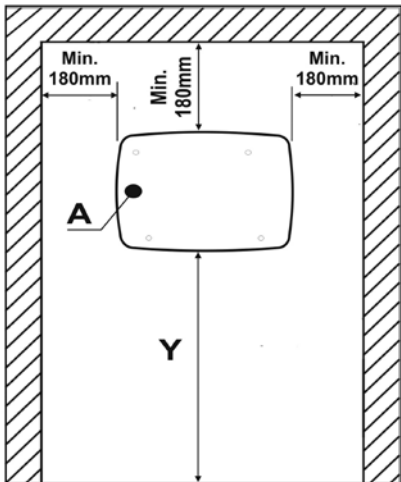

Fig. 2
- (Figure 2) Assurez-vous que le futur emplacement de l'appareil respecte les mesures de sécurité indiquées. Nous vous recommandons d'installer l'appareil à une hauteur différente selon qu'il sera utilisé dans des toilettes pour hommes ou pour femmes.
- Grâce au gabarit fourni avec l'appareil, marquez la position des 4 trous, en prenant en compte la position de l'orifice d'entrée des câbles et les distances minimales à respecter (Figure 2-A).